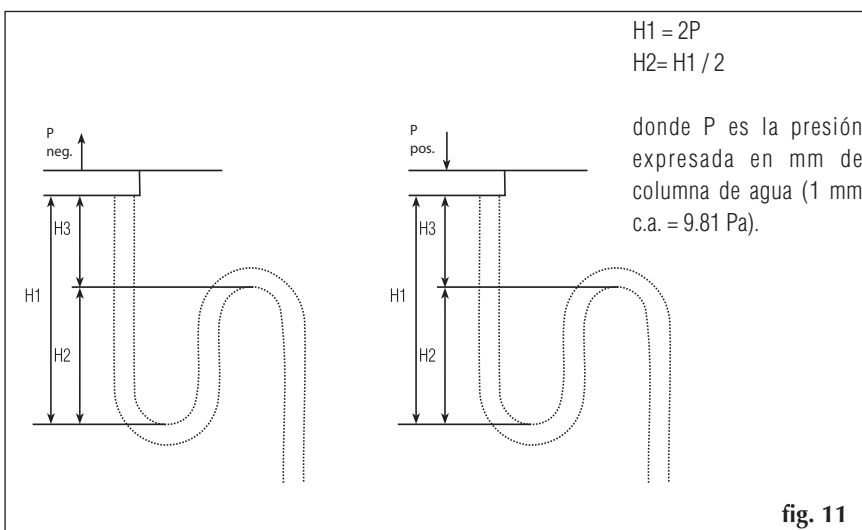

fig. 11
- alrededor de la descarga de la condensación, debe estar previsto un espacio de al menos 200 mm para el sifón (fig. 11).